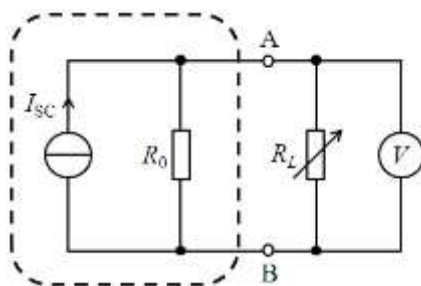

图 2.6
1) 测量电路如图 2.6 所示， R_L 为变阻箱，**注意：** I_{SC} 和 R_0 分别为前面测得的短路电流和等效内阻。